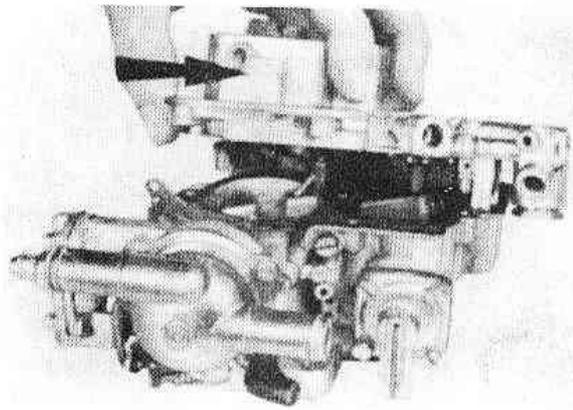

Рис.3.52. Снятие верхней половины корпуса карбюратора (Разд.26)
3. Выверните шесть винтов и снимите верхнюю половину корпуса карбюратора (Рис.3.52).